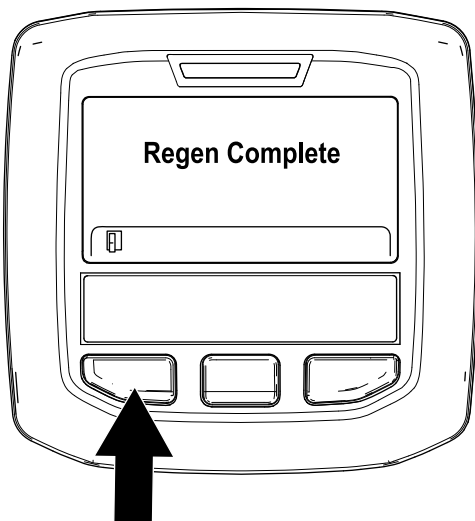

図 42
9. 駐車再生が終了すると、インフォセンターに Regen Complete と表示される。左ボタンを押してホーム画面に戻る 図 42。